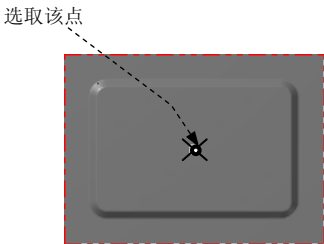

图 25.4 定义基准点
Step1. 绘制矩形边界。单击顶视图按钮，选择 → 命令，系统弹出“矩形”工具栏。在“矩形”工具栏中确认按钮被按下，选取图 25.4 所示的点，然后在后的文本框中输入 155，在后的文本框中输入 115，按 Enter 键。单击按钮，完成矩形边界的绘制，结果如图 25.5 所示。